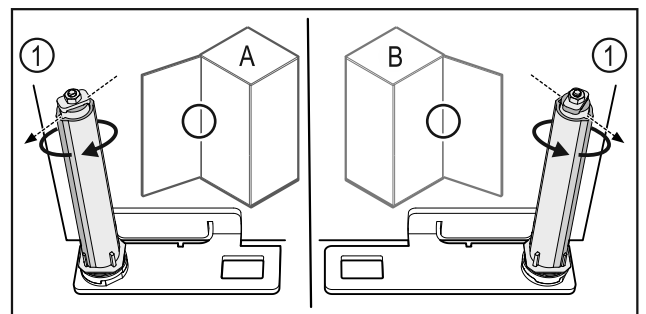

Fig. 60 Linksanschlag (A) / Rechtsanschlag (B)
- Schließsystem gegen den Widerstand drehen, bis der Steg des Schließsystems Fig. 60 (1) nach außen zeigt.